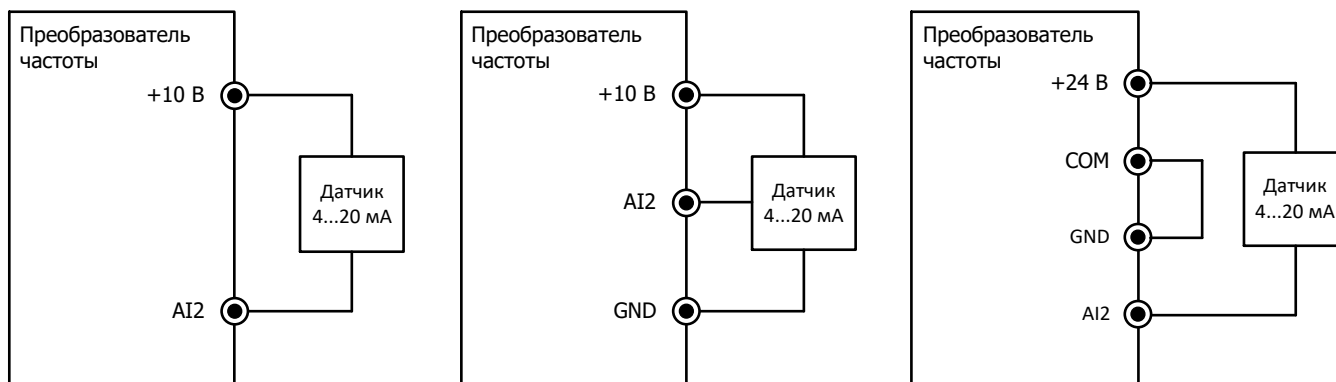

Рисунок 4.1
**4.1 Распространенные варианты подключения датчиков контролируемой величины (Рисунок 4.1).**